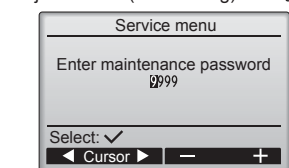

Fig. 6-2
① Välj "Service" på Huvudmenyn och tryck sedan på ✓.
② När servicemenyn väljs ombes du att ange ett lösenord. (Fig. 6-2)